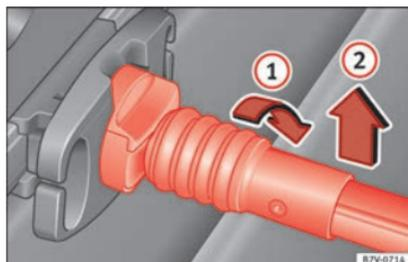

Fig. 170 Décrochez le filet à bagages.
- Tournez la barre de fixation de 90° vers la droite » fig. 170 ① jusqu'à ce que la marque rouge sur la barre soit visible. Retirez la barre de fixation par le haut ②.